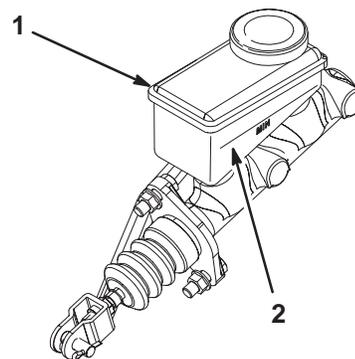

Bild 32
2. Sehen Sie sich die Seite des Behälters an. Der Stand sollte über der Minimummarkierung liegen (Bild 32). Wenn die Bremsflüssigkeit niedrig ist, reinigen Sie den Bereich um den Deckel, nehmen Sie den Deckel ab und füllen Sie den Behälter bis über die Minimummarkierung. **Nicht überfüllen.**